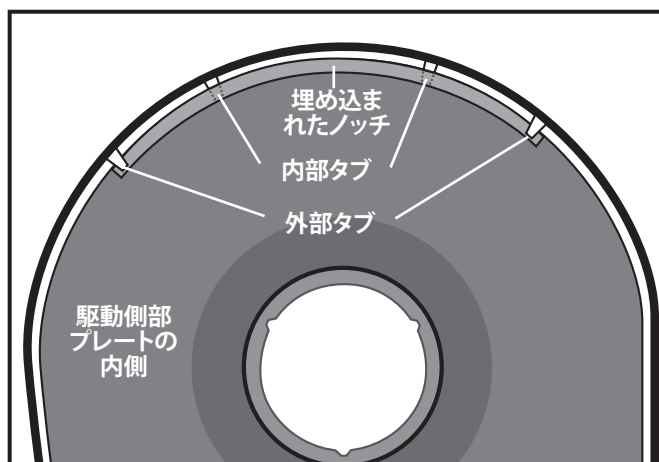

図20
6. マニュアル作業でホースシューを調整して、2つの外側タブが埋め込まれたノッチの一方に配置され、2つの内部タブが逆側に配置されていることを確認します(図20)。